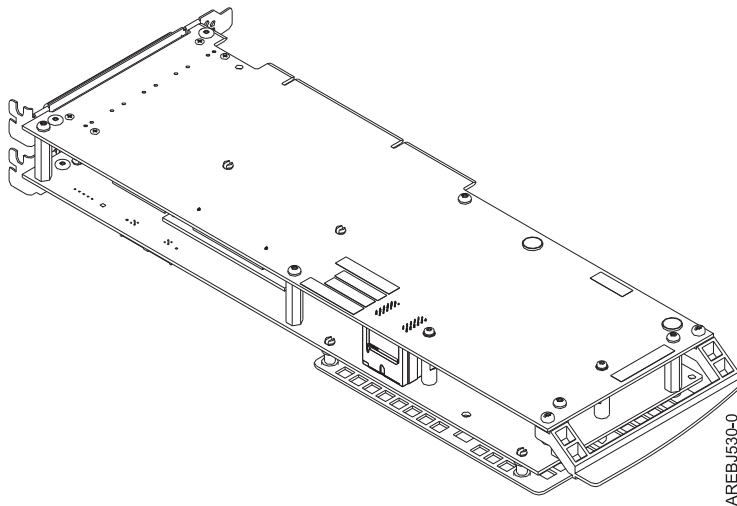

図 32. 572F/575C カード・セット・アダプター
2. 572F/575C カード・セット・アダプターを ESD 保護されている表面の上に置き、図 32 に示されている方向に向けます。